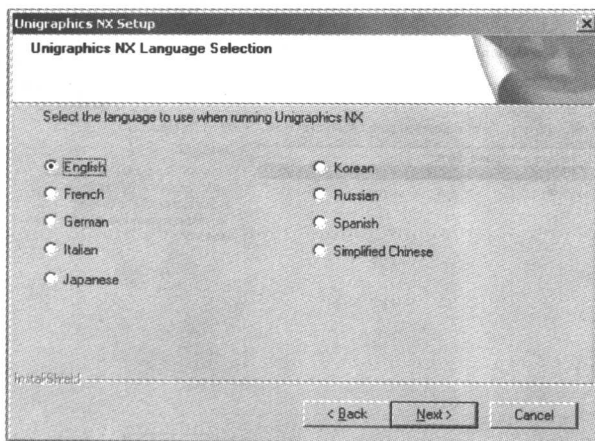

图 1-6 选择安装语言对话框
- 系统弹出如图 1-6 所示对话框,提示用户选择需要的语言版本,完成以后单击 Next 按钮。